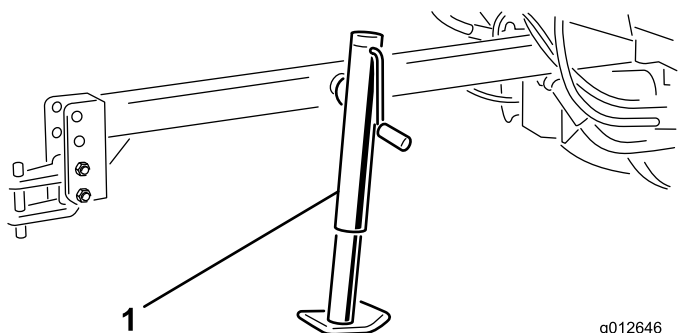

图 5
- 将牵引杆千斤顶滑到牵引杆的安装管上图 5。
2. 将千斤顶的孔与牵引杆的孔对齐用柱销固定图 5。
3. 如果要存放可将千斤顶卸下或向上旋转并用柱销固定图 5。